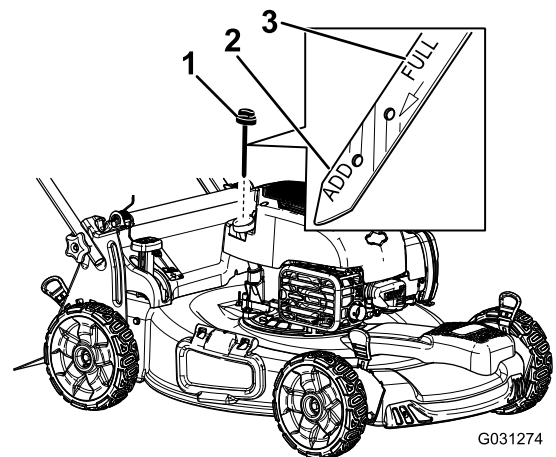

Figura 10
2. Retire la varilla, límpiela, y vuelva a colocarla (Figura 10).
3. Retire la varilla y compruebe el nivel de aceite (Figura 10). Si el nivel de aceite está por debajo de la marca "Add" de la varilla, vierta lentamente aceite en el tubo de llenado hasta que el nivel llegue a la marca "Full" de la varilla. **No llene demasiado.**